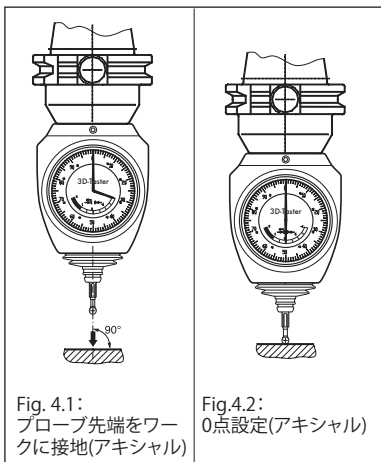

Fig. 4.1:
- Fig.4.1及び4.2のように測定面(1つ目)の上に3Dセンサーを移動させ長短針を0上の位置に設定して下さい。